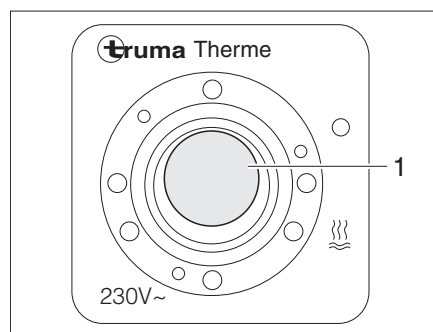

Fig. 130 Conmutador de mando para calentador Therme
El modo de funcionamiento eléctrico se conecta con el conmutador de mando (Fig. 130). La luz de control (Fig. 130,1) del interruptor tiene que encenderse.
- Conectar el conmutador de mando (Fig. 130). La luz de control (Fig. 130,1) del interruptor se enciende.
- Desconectar el conmutador de mando (Fig. 130). La luz de control (Fig. 130,1) en el interruptor se apaga.
- Desconectar el conmutador de mando (Fig. 130). La luz de control (Fig. 130,1) en el interruptor no está iluminada.